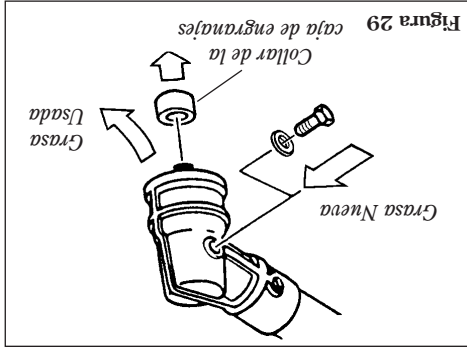

Figura 29
- Retire el accesorio de corte, el soporte y el collar del eje de la caja de engranajes. Retire el perno de grasa al lado de la caja de engranajes e introduzca nueva grasa en la caja de engranajes hasta que la grasa usada salga. Use solamente grasa a base de litio. Use lubricante para caja de engranajes Shindaiwa o su equivalente. Consulte la figura 29.